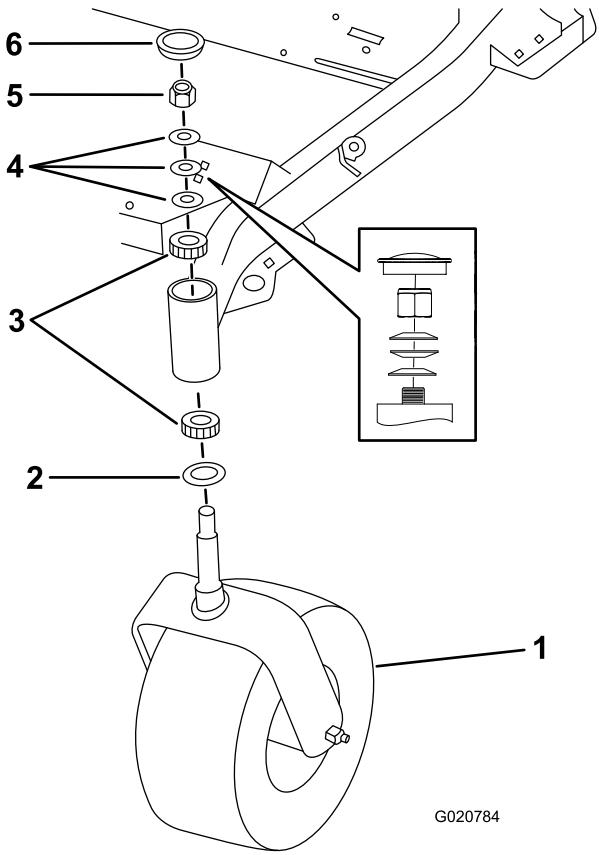

Figure 3
Retirez le chapeau, le contre-écrou (3/4 po) et l'ensemble roue pivotante de la machine (Figure 3).
3. Continuez de serrer le contre-écrou jusqu'à ce que les rondelles élastiques soient aplatis, puis desserrez-le de 1/4 de tour pour obtenir la précharge correcte des roulements (Figure 3).